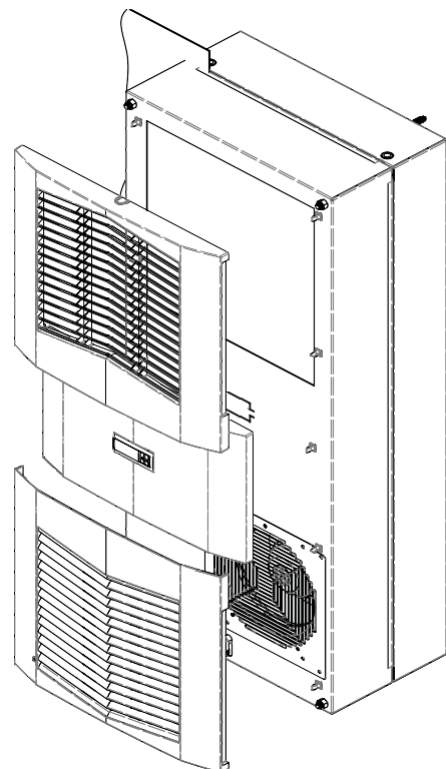

图6
14. ルーバーグリルと、必要に応じてセンターパネルを前面パネルに押し込みます。8ページの図6をご覧ください。